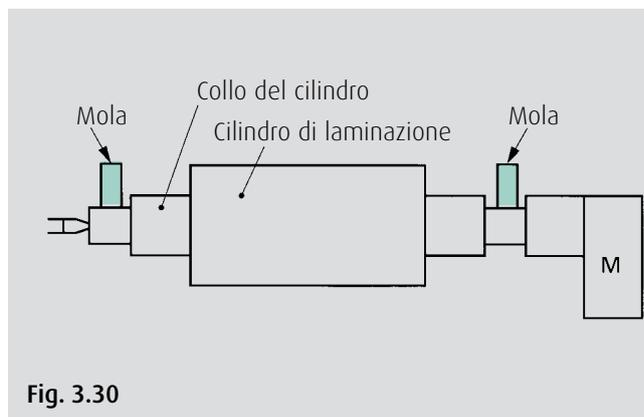

Fig. 3.30
1. Effettuare la rettifica del supporto di rettifica del cilindro stesso, che funge da superficie di riferimento per il cilindro. Dopo la rettifica, verificare la rotondità, l'eccentricità e la cilindricità. (Fig. 3.30)